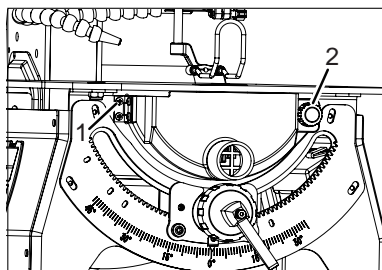

FIGURE 1
1. Fixez la chute à poussière sur la machine en vissant les vis cruciformes (Fig. 1, 1) dans les trous de la charnière.
2. Serrez la poignée (2).